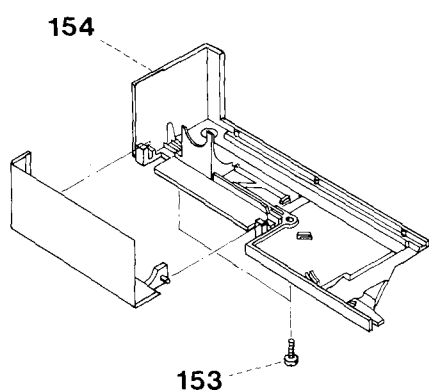

Fig. 49a
- Retirer les deux vis 153 du couvercle du bras libre (fig. 49a).